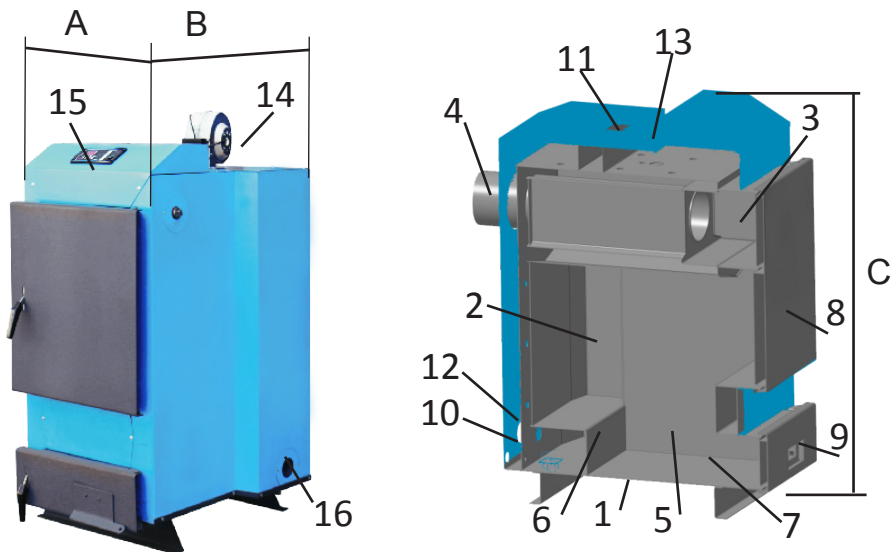

Рис. 1 Котёл «AMTEO
4.1. Котёл (рис. 1) состоит из: корпуса (1), топки (2), газохода (3), дымохода (4). В нижней части топки устанавливаются колосники (5) на опоры (6), зольник (7). К передней стенке корпуса котла на осях присоединяются загрузочная дверца (она же служит для обслуживания газохода) (8), дверца для обслуживания (9), патрубок обратного трубопровода (10), патрубок подающего трубопровода (11), патрубок для слива воды с котла (12), патрубок установки термодатчика (13), вентилятор (опция) -(14), автоматика (опция) - (15), отверстие для установки ТЭНа (16).